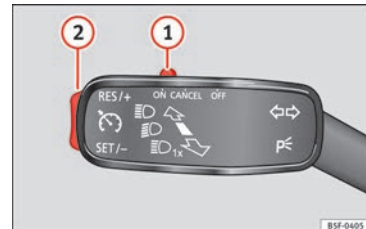

Fig. 40 A la izquierda de la columna de la dirección: conmutador y mandos de manejo del GRA.
- Conectar el GRA: desplace el conmutador **» fig. 40 ①** hasta **ON**. El sistema está encendido. El sistema no regula al no haber programado ninguna velocidad.
- Activar el GRA: pulse el botón **» fig. 40 ②** en la zona **SET/-**. La velocidad actual se memoriza y regula.
- Desconectar el GRA temporalmente: desplace el conmutador **» fig. 40 ①** hasta **CANCEL** o pise el freno. La regulación se desconecta temporalmente.
- Conectar el GRA de nuevo: pulse el botón **» fig. 40 ②** en **RES/+**. La velocidad memorizada se guarda y regula otra vez.
- Desconectar el GRA: desplace el conmutador **» fig. 40 1** a **OFF**. Se desconecta el sistema y la velocidad memorizada se borra.